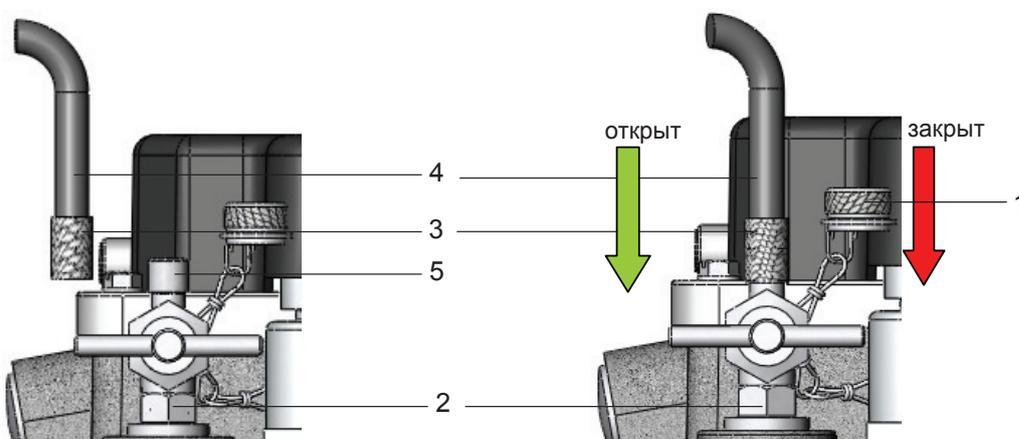

Рис. 10 - Проверка с помощью контрольного насоса
- Отвинтить малую глухую гайку (рис. 10/1) с воздушный клапан (рис. 10/2)
- Навинтить адаптер (рис. 10/3) соединительного шланга контрольного насоса (рис. 10/4) на патрубок клапана (рис. 10/5)
Последовательность выполнения (см. рис. 10):